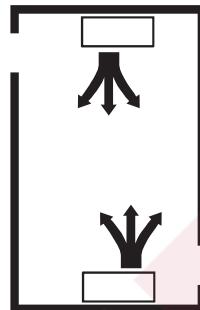

Рис.4.2
- В случае монтажа нескольких аппаратов в одном помещении рекомендуется устанавливать их, как указано на рис. 4.2, что обеспечивает равномерное распределение тепла в отапливаемом помещении.